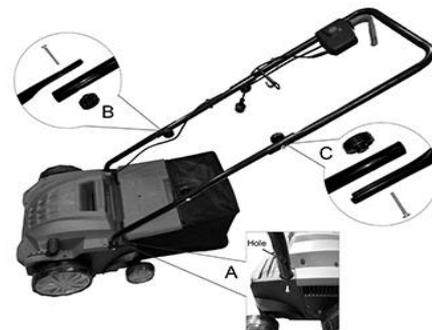

Рис.2
Вставьте нижнюю часть ручки (7) в пазы на корпусе прибора и закрепите с помощью прилагаемых винтов. Убедитесь, что отверстие на трубке направлено наружу и совмещено с винтом (рис. 2.А).
Прикрепите среднюю часть ручки (11) к нижней части ручки (7) с помощью быстроразъемных застёжек (4) и винтов (рис. 2.Б).
Расположите и прикрепите верхнюю часть ручки (12) к средней части ручки (11) (рис. 2.С). Прикрепите кабель с помощью прилагаемых кабельных зажимов (6).